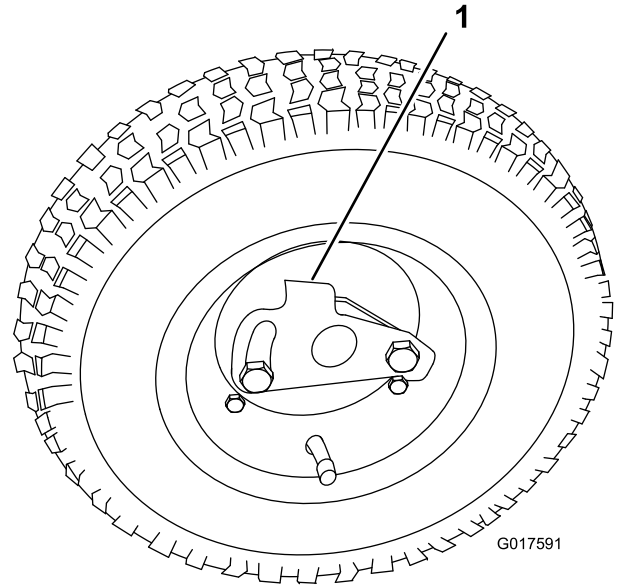

图10
3. 转动行走轮锁定夹，使其离开轮的中心，将行走轮滑动到轴上（图10）。